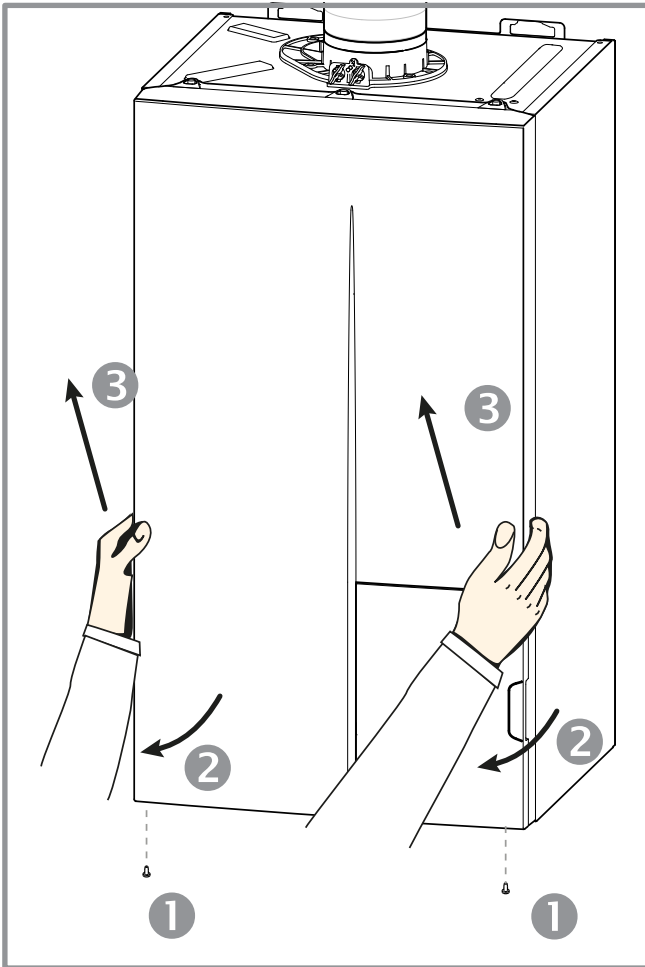

figura 29 - Desmontaje de la fachada
- Desmonte el panel delantero (figura 29, página 43).
- Desmonte el panel delantero (vea figura 29, página 43).